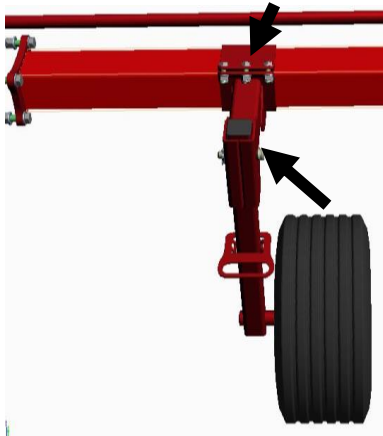

Abbildung 12
- Die Halterung der Tasträder wird mit den Schrauben M12x35 und den Muttern M12 sowie jeweils 1 Scheibe M12 am Rahmen montiert (Abbildung 12).